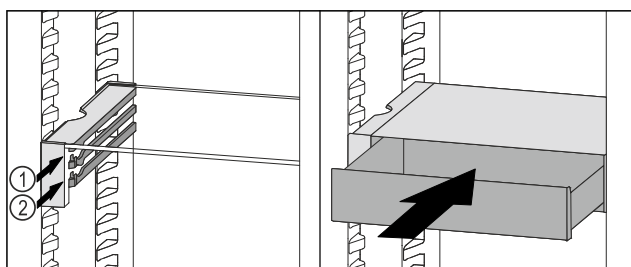

Fig. 54
- ▶ Nasaďte zásuvku VarioSafe za zarážky na požadovaném žeburu Fig. 54 (1) nebo Fig. 54 (2).